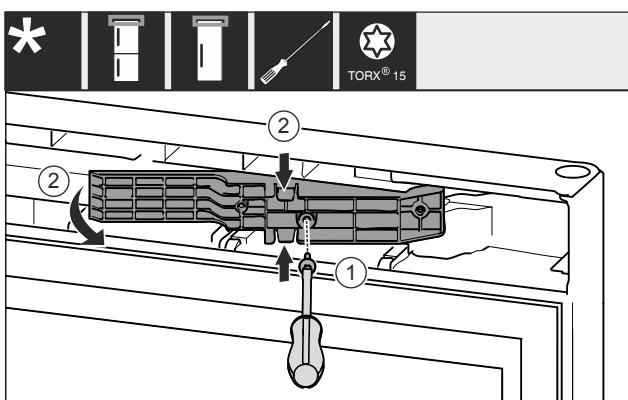

Fig. 12 \*
- Ослабіти гвинти за допомогою викрутки T15. Fig. 12 (1)\*
- Витягнути деталь адаптера. Fig. 12 (2)\*